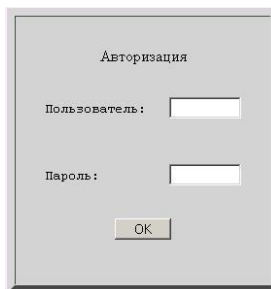

Рисунок 3.14 – Окно авторизации
13. Откроется окно авторизации рисунок 3.14